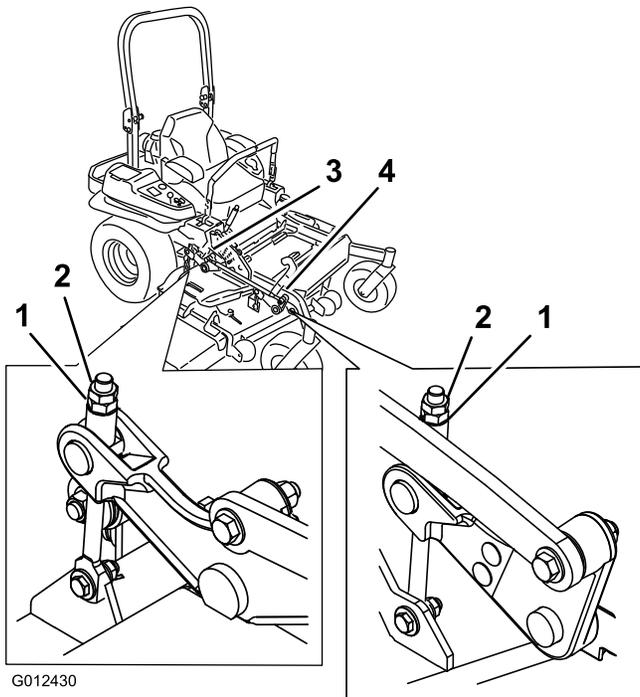

**Figure 93**
9. De chaque côté du tablier de coupe, mesurez la distance entre la surface plane et la pointe avant de la lame (position A). On doit obtenir un écart de 7,6 cm (3") (Figure 93).
16. De chaque côté du tablier de coupe, mesurez la distance entre la surface plane et la pointe arrière de la lame (position B). On doit obtenir un écart de 8,3 cm (3 1/4") (Figure 93).